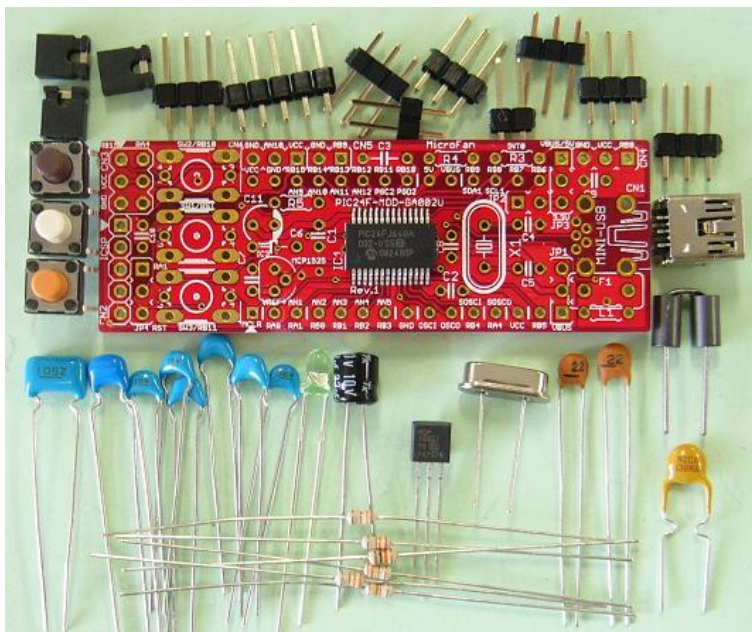

図 2.1 部品：写真
PIC24F-MOD-GA002U キットの部品一覧を表 2.1、図 2.1 に示します。部品が不足、破損している場合には、キットを組み立てる前にマイクロファンに問い合わせてください。
- ヘッダーピンは、図 2.1 と異なり、基本的に切り分けられていないものを提供します。
- 図 2.1 にはオプションの電圧リファレンス用 MCP1525(TO-92) やコンデンサが含まれています。